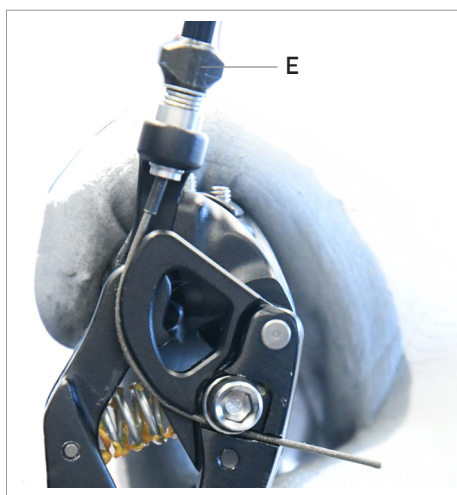

Fig.22
- Actuar sobre el regulador de tensión de cable (E - Fig. 22), hasta tener una alineación perfecta entre el eje de simetría de la ruedecilla superior y el de la 5° corona.
- Si la alineación entre el eje de simetría de la ruedecilla y el de la 5° corona no fuese perfecta: girar el regulador (E - Fig. 22) en sentido anti-horario para desplazar el cambio hacia el interior, y girarlo en sentido horario para desplazarlo hacia el exterior.